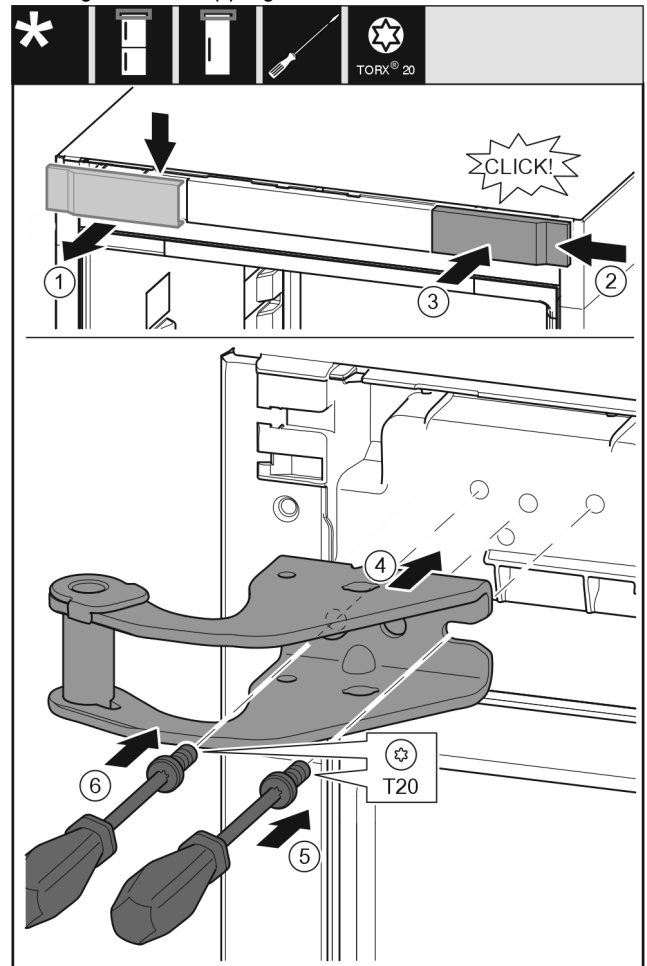

Fig. 11
- ▶ Ta av dekslet ovenfra og fremover. Fig. 11 (1)
- ▶ Monter dekslet fra høyre, dreid 180°, på den andre siden. Fig. 11 (2)
- ▶ La dekslet klikke på plass. Fig. 11 (3)
- ▶ Sett på den øvre lagerbukken. Fig. 11 (4)
- ▶ Sett skruen på og skru den fast med skrutrekker T20. Fig. 11 (5)
- ▶ Sett skruen på og skru den fast med skrutrekker T20. Fig. 11 (6)